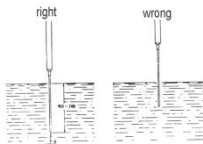

Fig. 7
- \* Para una lectura precisa con sonda de temperatura de líquidos (fig. 7).